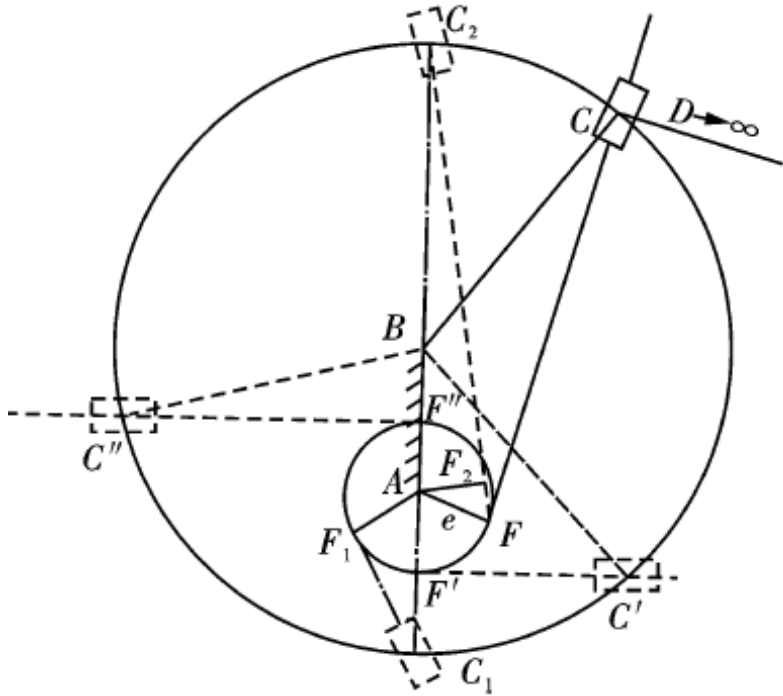

图2-2-3
如图2-2-3中位置ABC₁F₁和ABC₂F₂。在Rt△BF₁C₁中, 因为直角边小于斜边, 所以 $l_{AB} + e < l_{BC}$ 。
(2) 当B为整转副时, 要求BC能通过两次与机架共线的位置。如图2-2-3中位置ABC₁F₁和ABC₂F₂。